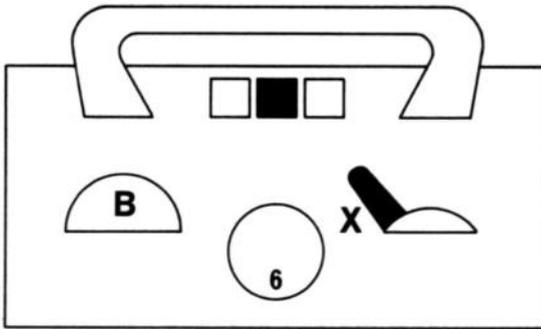

Fig. 97
3. Beispiel Wählscheibe auf BX stellen – Nulltaste drücken, wodurch beide Pfeiltasten hochspringen, Fig. 97. Links 30 Stösser in Ruhestellung, rechts 30 Stösser in Arbeitsstellung schieben.